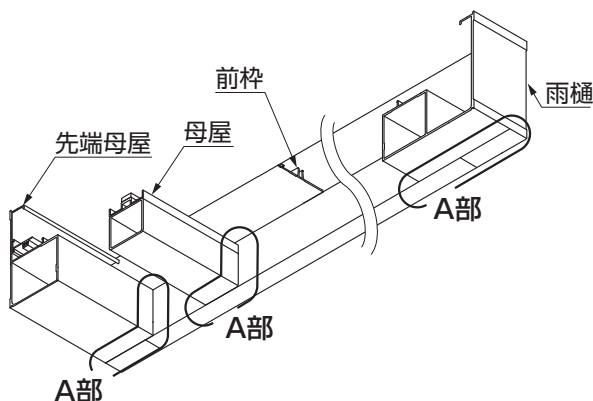

図5-1
- 図5-1を参照して、A部にすき間がないことを確認してください。